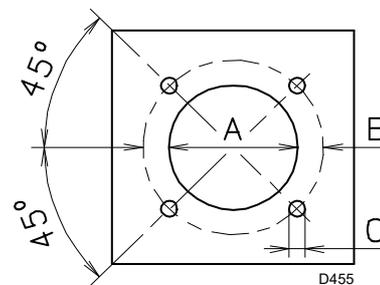

Fig. 14
Taladrar la placa de cierre de la cámara de combustión tal como se indica en Fig. 14. Puede marcarse la posición de los orificios roscados utilizando la junta aislante que se suministra con el quemador.
- Introducir todo el quemador en el orificio de la caldera, preparado anteriormente (Fig. 14), y fijar con los tornillos suministrados.